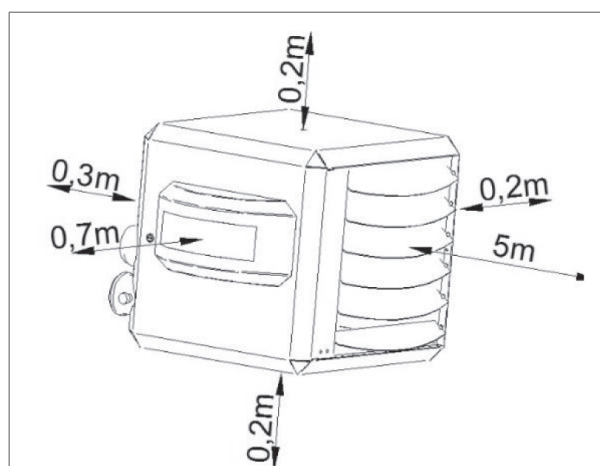

Abbildung 6 - Einzuhaltende Mindestfreiräume rund um den Lufterhitzer
- Sorgen Sie für ausreichend Abstand zwischen dem Lufterhitzer und etwaigen Hindernissen. Der Abstand dient der Sicherheit und einem ausreichenden Zugang für Service- und Wartungsarbeiten (Abbildung 6).